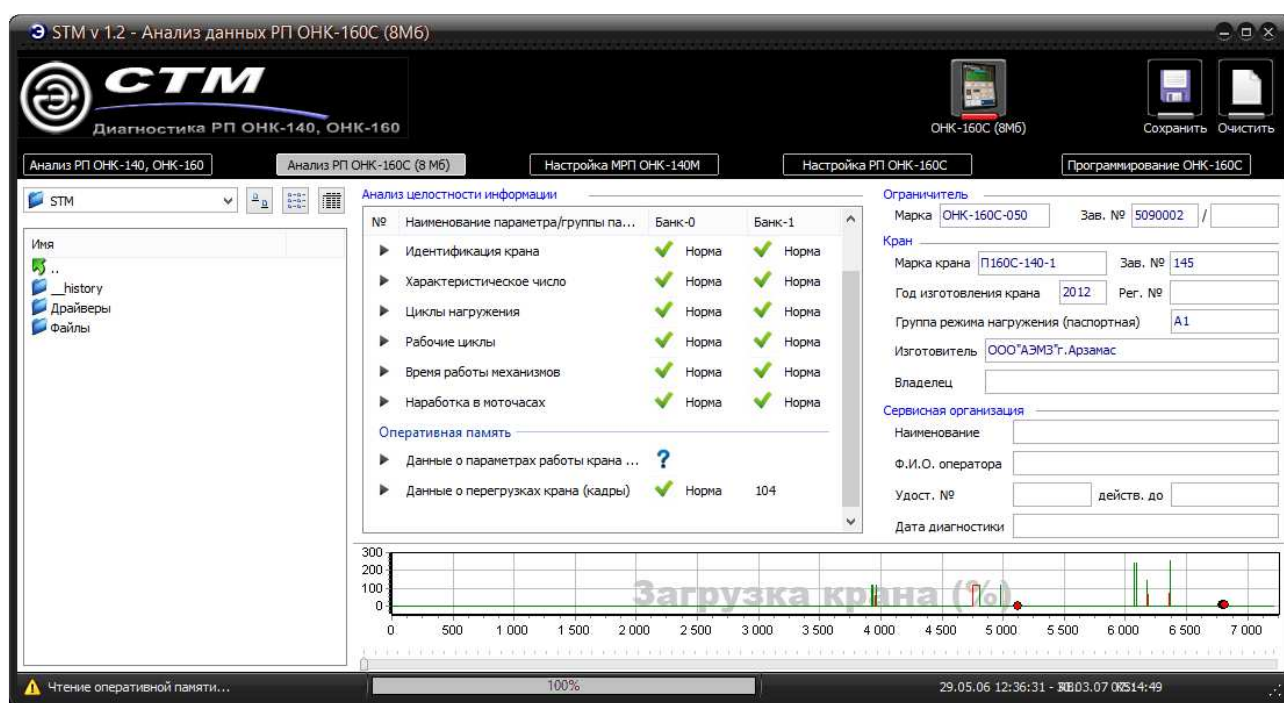

Рисунок 22. Считывание информации из РП ОНК-160С (8Мб).
4. Таблица анализа целостности информации заполнится наименованиями блоков (Рисунок 22).
8. По мере поступления оперативной информации из РП будет строиться график «Загрузка крана» и анализироваться целостность информации. В строке состояния справа отображаются начальная и конечная дата проанализированного фрагмента (Рисунок 22). Дата формата «FF.FF.FF FF:FF:FF» отображается для незаполненных на текущий момент кадров.